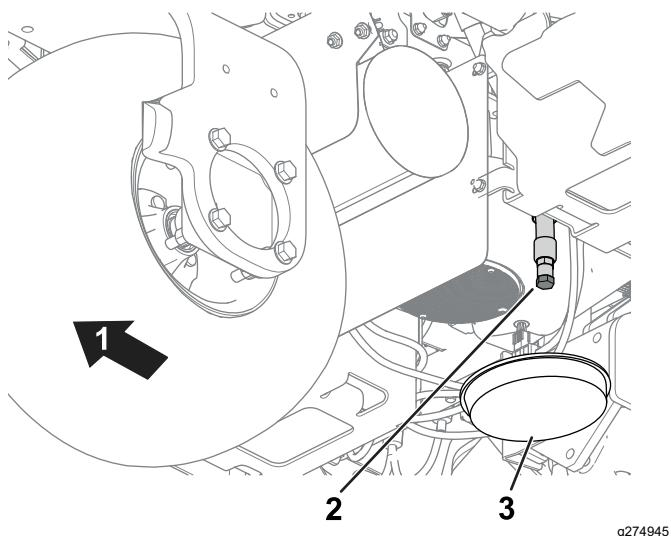

Figura 40
1. Retire el tapón de vaciado (Figura 40) y deje fluir el aceite a un recipiente de vaciado.
2. Limpie las roscas del tapón de vaciado e instale el tapón de vaciado (Figura 40).